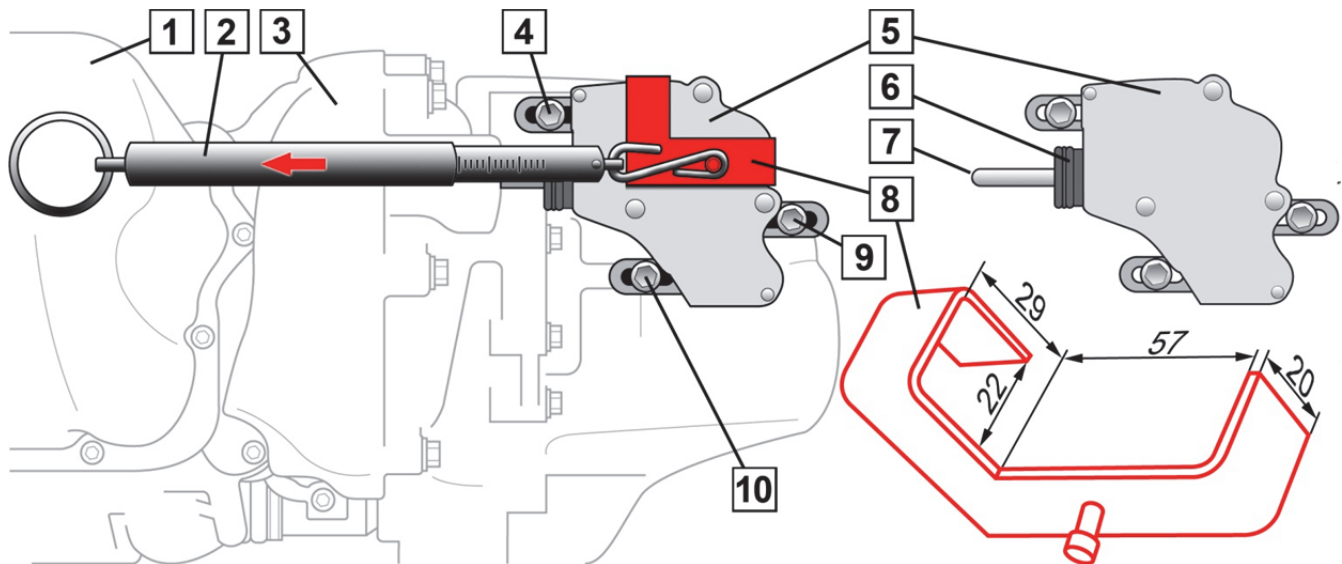

Fig. 1: actuador del embrague con balanza de muelle para ajustar la pretensión
1. Posicione el actuador del embrague (5) de tal manera que el empujador (7) esté correctamente posicionado en la toma del empujador en la palanca de desembrague.
4. Coloque la herramienta especial (8) sobre el actuador del embrague (5).
5. Conecte la balanza de muelle (2) en la herramienta especial (8) y ténsela en dirección de la flecha (fig. 1). Tensión de pretensado: **50 N**.
6. Conecte la balanza de muelle (2) en la herramienta especial (8) y ténsela en dirección de la flecha (fig. 1).